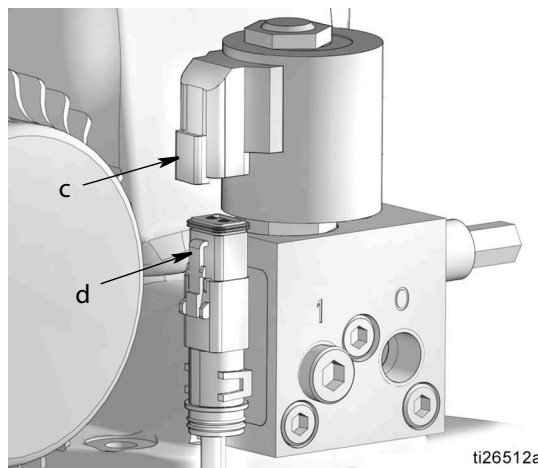

Рис. 7
11. Подсоедините один конец кабеля (d) к корпусу клапана (c) (Рис. 7).